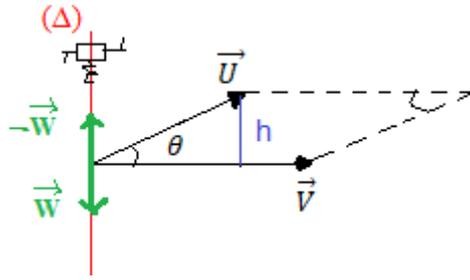

Figure I.5. Parallélogramme formé par les deux vecteurs \vec{U} et \vec{V}
- La direction du vecteur \vec{W} est une droite (Δ) perpendiculaire au plan (\vec{U}, \vec{V}) (figure I.5) D'où $\vec{W} \perp \vec{U}$ et $\vec{W} \perp \vec{V}$.
avec $h = |\vec{U}| \cdot \sin \theta$ (Figure I.5)